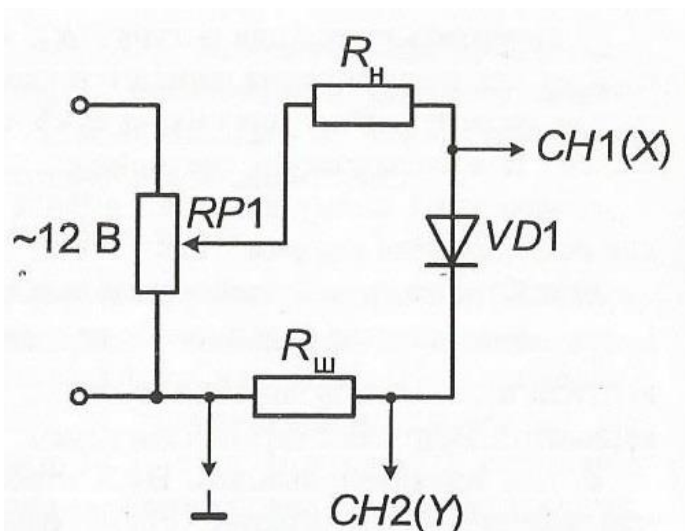

Рис. 5 – Схема для исследования выпрямительного диода на переменном токе
9. Соберите схему для исследования выпрямительного диода на переменном токе, приведенную на рис. 5, с целью получения вольт-амперной характеристики диода на экране осциллографа.
13. Соберите схему однополупериодного выпрямителя на диоде (рис.5) – это не потребует никаких переключений на модуле. Переключатель развертки осциллографа переведите на временную развертку. Установите синхронизацию от сети. На экране осциллографа Вы увидите осциллограммы анодного тока i_a , и напряжения на диоде u_a .